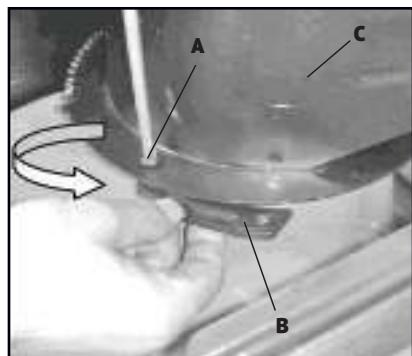

Рис. 8
- Сначала отвинтите болты **A** и освободите пластины крепления **B** (рис.8), поместите желоб **C** на штатное место **D** (рис.7a).
- Подложите под желоб **C** пластины фиксации **B**, сопоставьте отверстия и закрепите болтами **A** как показано на рис.8.